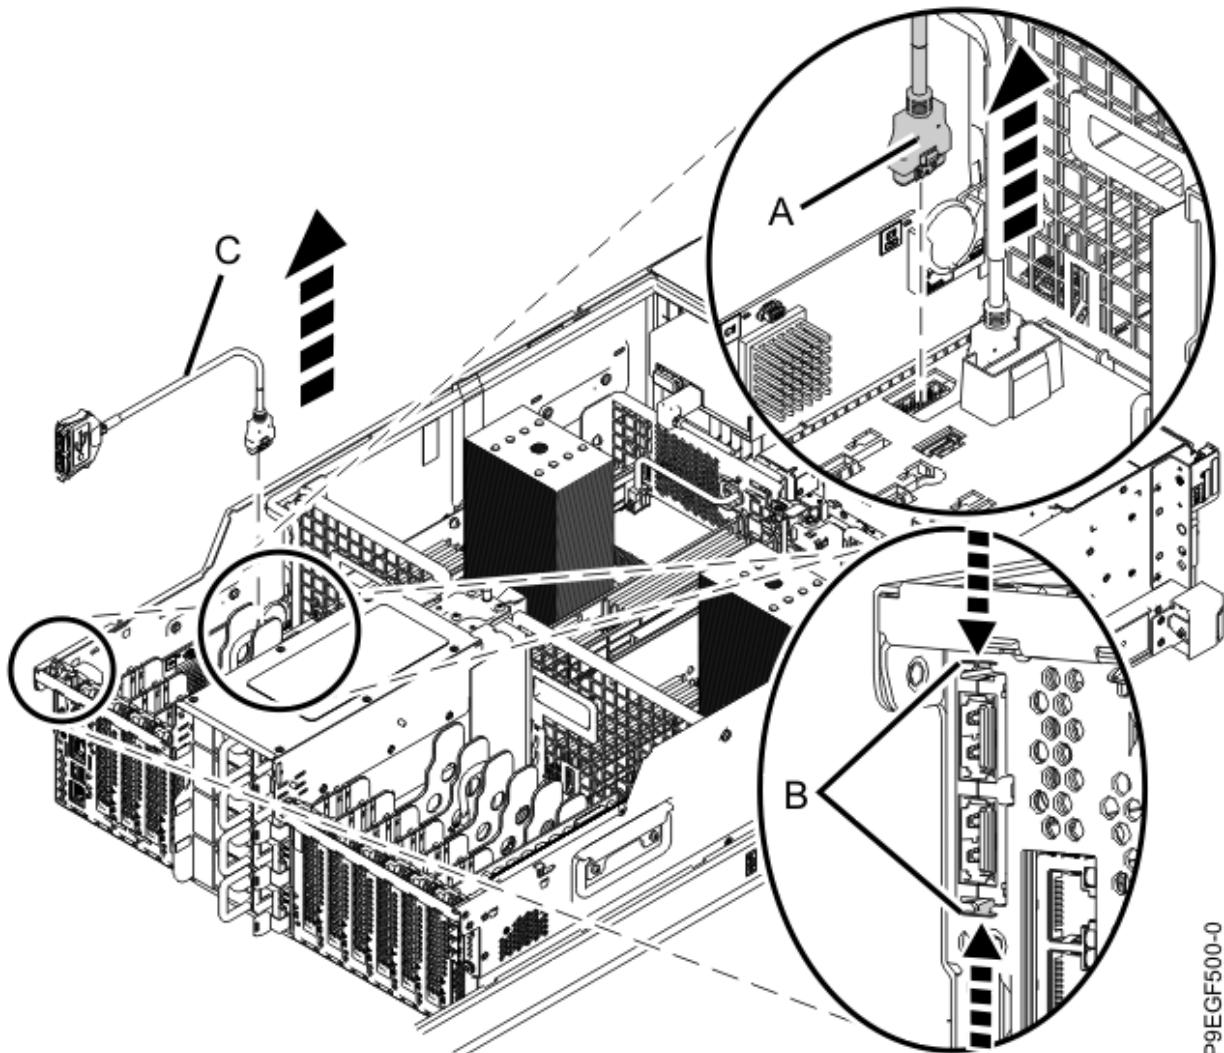

図 10. 背面 USB ケーブルの取り外し
7. コネクターのラッチ・リリースを押しながら、背面 USB ケーブルのプラグ (A) をシステム・バックプレーンから抜きます (13 ページの図 10 を参照)。
8. システムの背面にあるタブ (B) を、13 ページの図 10 に示されている方向に押して、背面 USB ケーブル・ハウジング (C) を解放します。